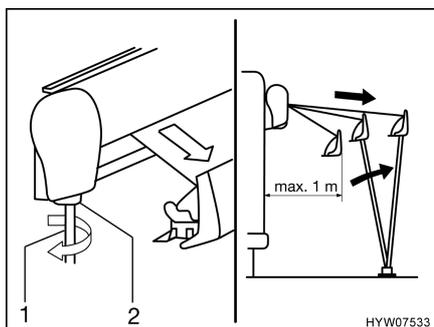

Bild 10 Markise ausfahren
- Die Kurbel (Bild 10,1) in die Bajonettfassung (Bild 10,2) der Markise stecken und entgegen dem Uhrzeigersinn drehen. Die Markise fährt nach ein paar Umdrehungen aus.